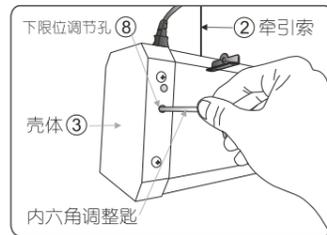

图 25
- 调节牵引索电机下限位时，先将下限位调节孔⑧胶塞拔出来，再将内六角调整匙插入孔内（如图 25），并将遥控器处于学习状态，按牵引索上行键（**▲** 遥控电子定位）顺时针旋转内六角调整匙时，银幕上升（银幕离安装位置距离减小）。逆时针旋转时，银幕下降（银幕离安装位置距离增大）。